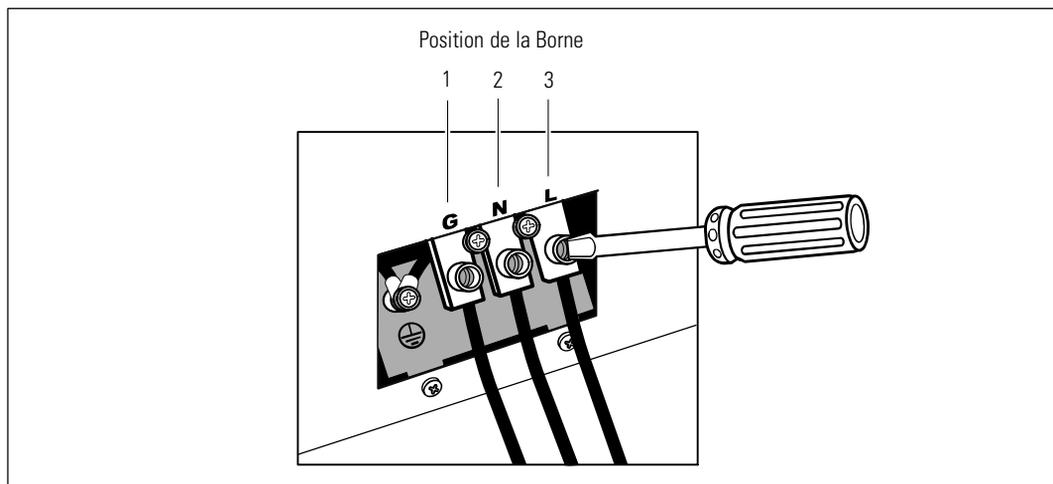

Figure 20. Bornier d'Entrée de l'onduleur
- 6 Connectez les fils d'entrée et de masse au bornier d'entrée conformément à la Figure 20 et au Tableau 2.